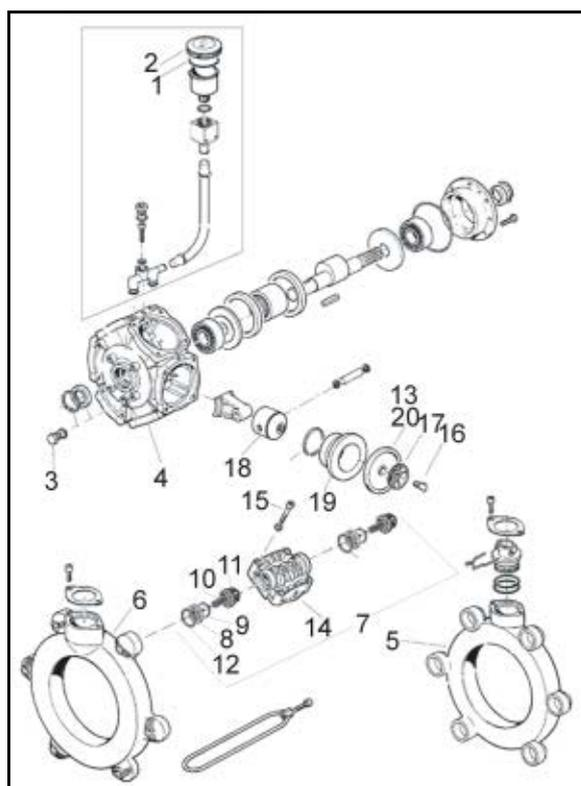

Fig. 80
3. Saug- und Druckkanal (Fig. 80/5 und Fig. 80/6) abnehmen.
4. Ventilgruppen (Fig. 80/7) herausnehmen.
5. Ventilsitz (Fig. 80/8), Ventil (Fig. 80/9), Ventiltfeder (Fig. 80/10) und Ventilfehrung (Fig. 80/11) bzw. Abnutzung überprüfen und O-Ring (Fig. 80/12) entfernen.
8. Neue O-Ringe (Fig. 80/10) einsetzen.
9. Druck- (Fig. 80/6) und Saugkanal (Fig. 80/5) an das Pumpengehäuse anflanschen und Spannbügel montieren.
10. Ziehen Sie die Schrauben (Fig. 80/9) kreuzweise mit einem Drehmoment von **11 Nm** an.